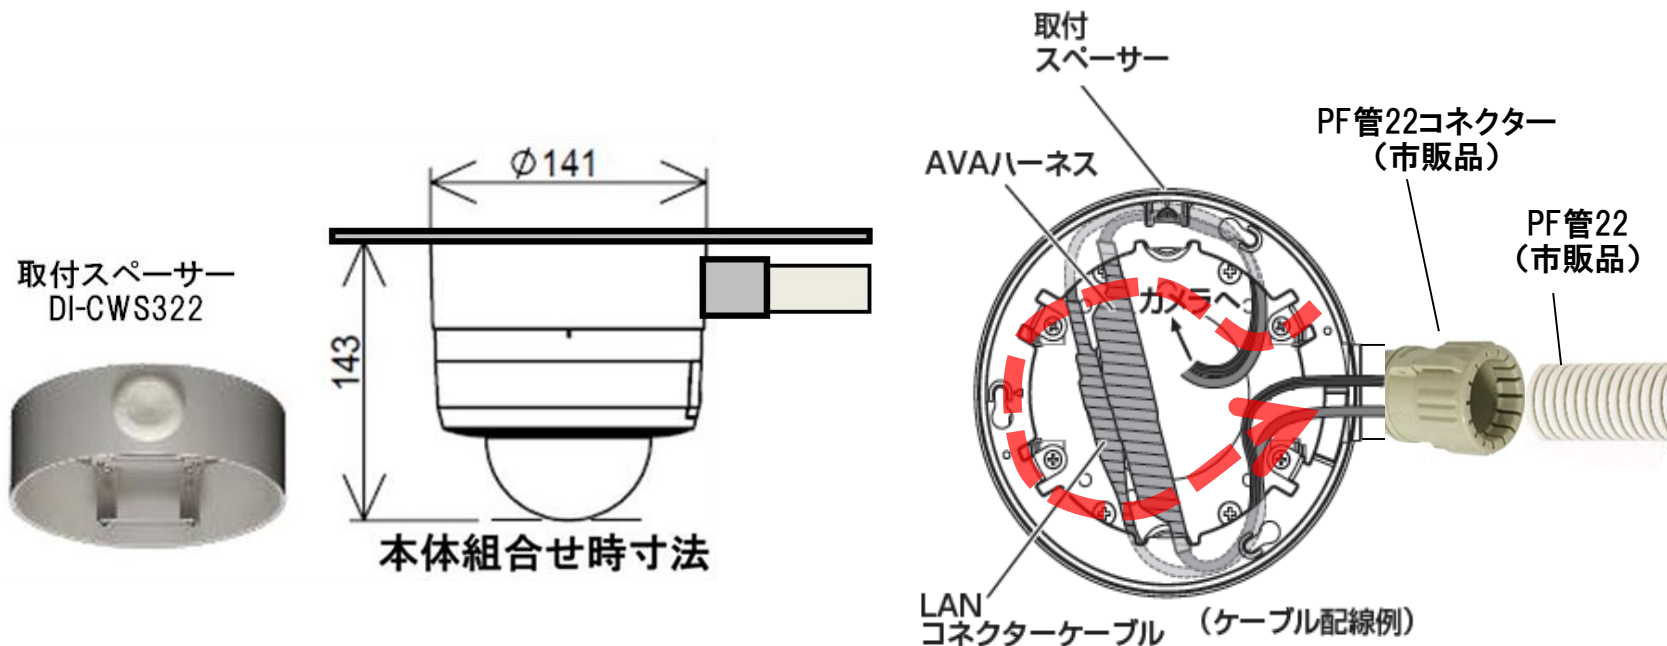

図3-1 カメラ本体と取付スペーサーとの組合せおよび配線
(3) 取付スペーサー(オプション品:DI-CWS322)使用時の注意
- DI-CD322LEを設置する際に、天井面/壁面に配線穴(φ28~30mm)を開けられない場合は、図3-1の取付スペーサー:DI-CWS322を使用してください。